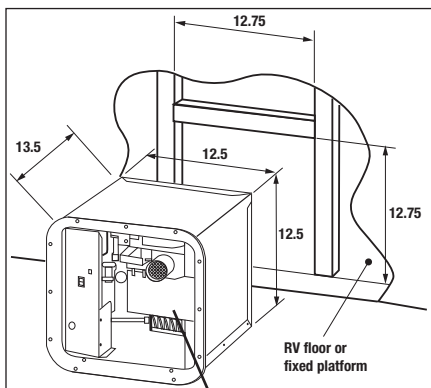

Figure 1
- NE PAS soulever ni transporter le chauffe-eau par le support-tuyau d'échappement de la soufflerie (Figure 1).
S'assurer que le rebord avant de l'ouverture est entouré d'un cadre solide pour bien fixer le chauffe-eau; au besoin, construire un cadre approprié à l'aide de planches de 2 po x 2 po (5 cm x 5 cm) (Figure 1).
- Le fait de soulever ou de déplacer le chauffe-eau à l'aide du support-tuyau d'échappement de la soufflerie (Figure 1) peut causer le désalignement de l'événement ou de l'interrupteur à ailette.